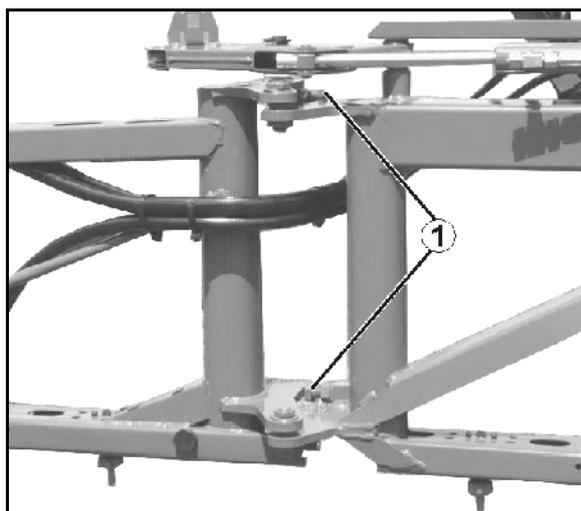

Fig. 139
1. Desatarraxar a contra-porca do parafuso de regulação (Fig. 139/1).